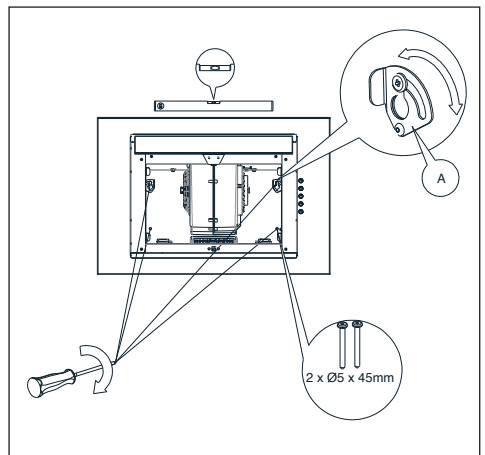

Fig. 8 Poziționarea hotei
5. Puneți nivela pe corpul hotei. Rotiți elementul marcat cu A, ajustați orizontalitatea hotei potrivit indicațiilor nivelei, și apoi înșurubați cele două șuruburi parțial înșurubate și înșurubați cele două șuruburi rămase. (Fig. 8)